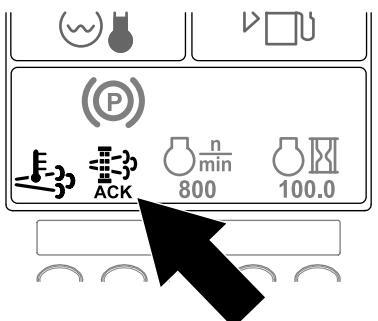

Figura 61
10. El InfoCenter muestra la página de inicio y el icono de reconocimiento de regeneración (Figura 61) aparece en la esquina inferior derecha de la pantalla mientras se procesa la regeneración.